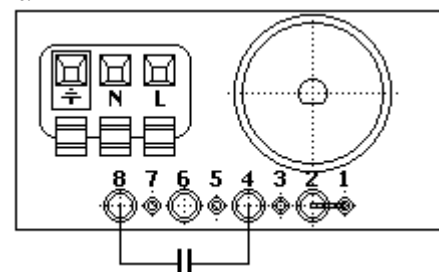

Рис. 8
2. При электрическом подсоединении к линии электропитания предусмотреть двухполюсный выключатель с расстоянием размыкания контактов не менее 3 мм (рис. 8).